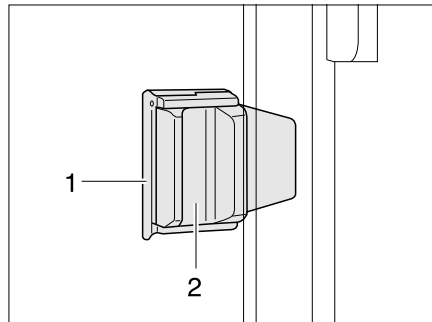

Bild 61 Schiebefenster mit Schiebeverriegelung
- Verriegelung (Bild 61,1) herausziehen.
- Griff (Bild 61,2) drücken und gleichzeitig nach vorn oder hinten schieben.
- Verriegelungsknopf (Bild 61,1) in vertikale Position drehen.